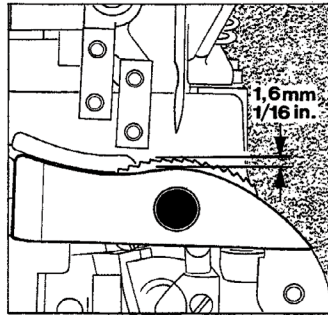
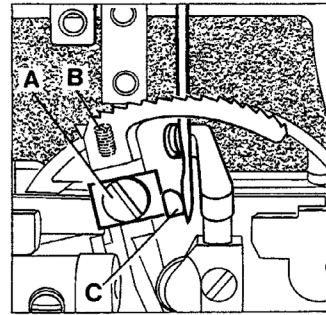

Fig. 9
Fig. 10
The lower feed dog is set correctly when its teeth rise slightly more than the depth of a full tooth (approx. 1.6 mm (1/16") above the throat plate (see Fig. 9). To raise or lower the feed dog loosen screw (A, Fig. 10) and set the feed dog to the specified height. Retighten screw (A). Now reset stop screw (B) in feed dog to maintain the adjusted feed dog height.
Set the needle guard (C, Fig. 10) so that it just touches the needle when it is at its most forward point of travel. To move guard forward or backward loosen screw (A) and move needle guard as required. Retighten screw.
Der untere Transporteur ist richtig eingestellt, wenn die Transporteurzähne die Stichplatte etwas mehr als eine volle Zahnhöhe (ca. 1,6 mm) überragen (siehe Fig. 9).
Zum Höher- oder Tieferstellen des Transporteurs lösen Sie die Schraube (A, Fig. 10) und stellen den Transporteur auf die vorgeschriebene Höhe. Ziehen Sie die Schraube (A) wieder an. Nun stellen Sie die Anschlagsschraube (B) im Transporteur so, daß die eingestellte Transporteurhöhe erhalten bleibt.
Stellen Sie den Nadelanschlag (C, Fig. 10) so, daß er die Nadel gerade leicht berührt, wenn er am vordersten Punkt seiner Bewegung steht. Zum Verstellen des Anschlags nach vorne oder hinten lösen Sie die Schraube (A) und stellen den Anschlag entsprechend ein. Ziehen Sie die Schraube wieder an. **BEACHTEN SIE:** Mit der Schraube (A) wird gleichzeitig der untere Transporteur befestigt. Beachten Sie deshalb beim Einstellen des Nadelanschlags, daß die Transporteurhöhe nicht verändert wird.